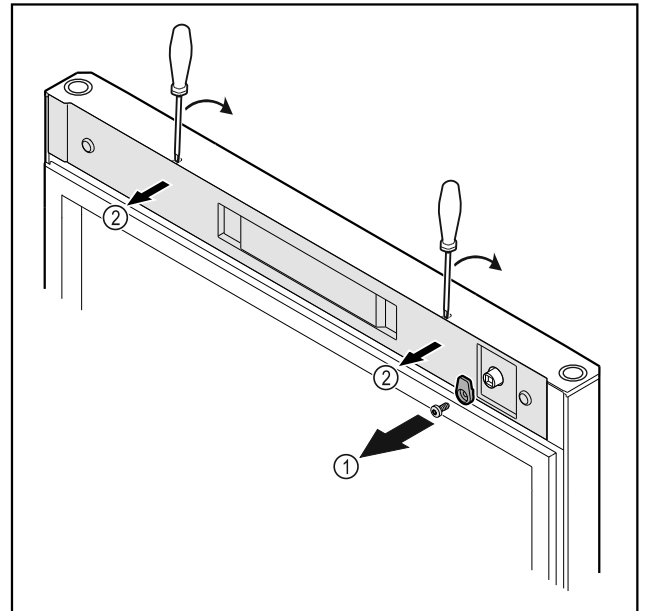

Fig. 19
- ▶ SchlieBhaken Fig. 19 (1) abschrauben.
- ▶ Abdeckung Fig. 19 (1) mit einem kleinen Schraubendreher ausrasten und abnehmen.